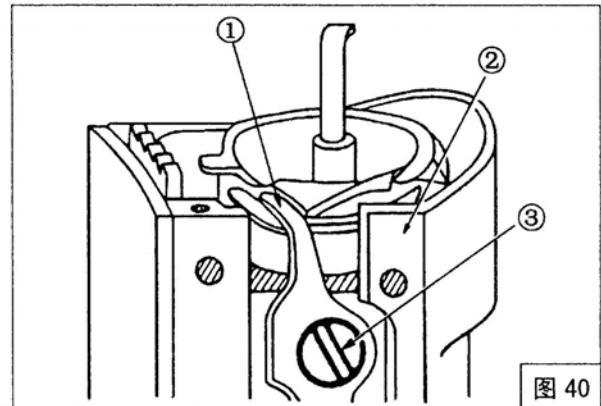
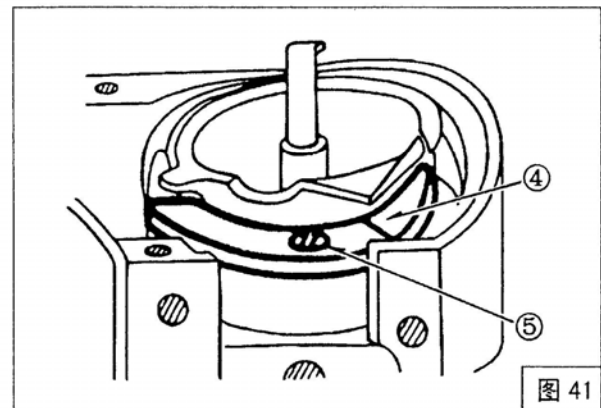
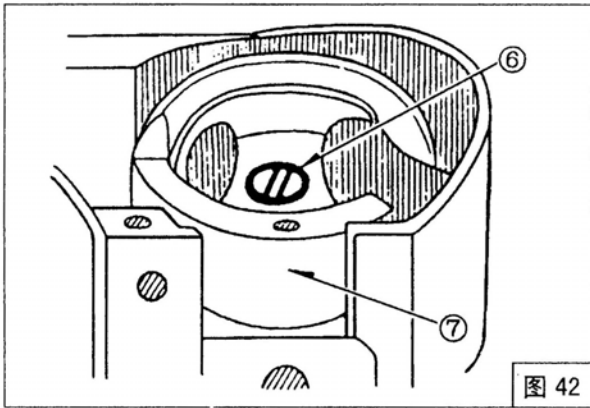

图 40
图 41
图 42
拆取旋梭方法: 用手转动主动轮, 使挑线杆达到最高位置, 取下推板, 取出旋梭, 拆除针板、旋梭台前挡板, 然后, 如图 40 所示, 取下旋梭定位勾螺钉③, 取出旋梭定位勾①; 如图 41 所示, 取下旋梭螺钉⑤, 取下旋梭挡板④; 轻轻取出内旋梭, 如图 42 所示, 拧下旋梭定位螺钉⑥, 取出外旋梭⑦。